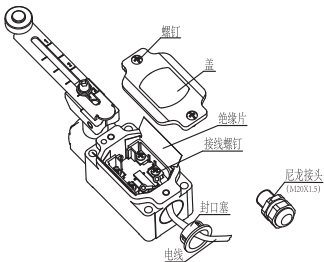
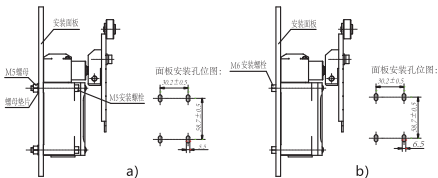

图8 布线示意图
图9 YBLX-WL安装示意图
7.2.1 安装：松开盖螺钉打开绝缘片→按图8布线→合上绝缘片拧紧盖螺钉→按图9安装，安装可采用a)或b)。